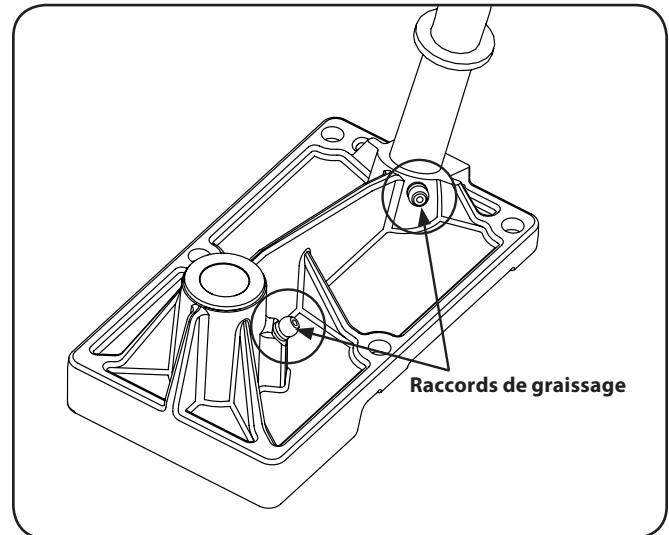

Figure 6-5
2. Repérez le raccord de graissage du boîtier de direction et le raccord de graissage de l'arbre de direction sous la batterie. Voir Figure 6-5.